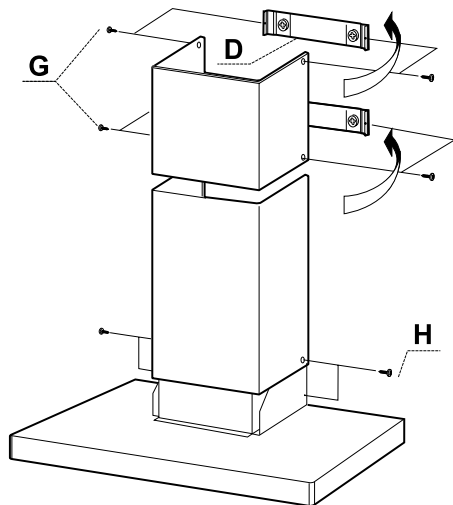

Fig. 13
2. Fixera sidorna mot övre konsolen med hjälp av skruvarna G ( 2,9 x 9,5 mm), Fig. 13.
2. Fixera den undre skorstensdelens sidor mot fläkten med hjälp av de 2 skruvarna H (3,5 x 8), Fig. 13.